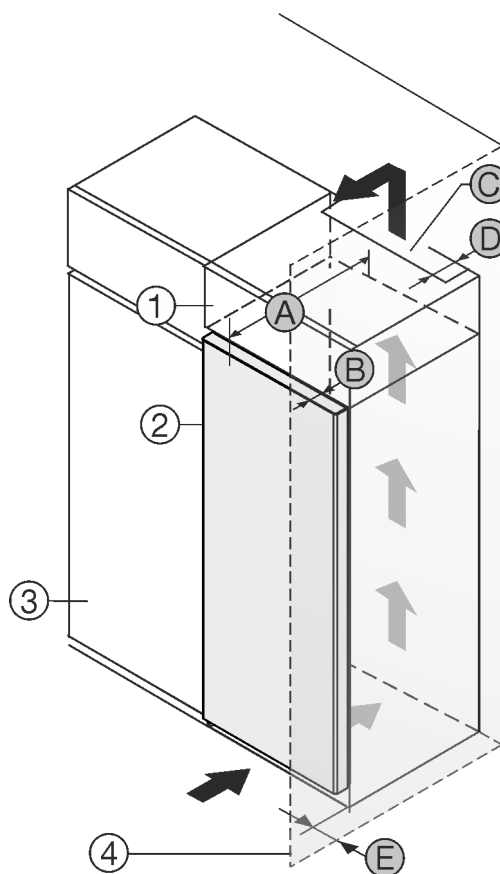

Fig. 1
U kunt het apparaat direct naast de keukenkast Fig. 1 (3) opstellen.*
Aan de achterzijde van de opzetkast moet een luchtafvoerkanaal met de diepte Fig. 1 (D) over de volledige breedte van de opzetkast aanwezig zijn.*
Onder het plafond moet de ventilatie doorsnede Fig. 1 (C) worden aangehouden.*
Als u het apparaat met de scharnieren naast een wand *Fig. 1 (4)* plaatst, moet de afstand tussen het apparaat en de wand minimaal 13 mm bedragen.*
Als u het apparaat met de scharnieren naast een wand *Fig. 1 (4)* plaatst, moet de afstand tussen het apparaat en de wand minimaal 20 mm bedragen.*
Om de deuren volledig te kunnen openen, moet het apparaat overeenkomstig de deurdiepte *Fig. 1 (B)* ten opzichte van het keukenkastfront uitsteken. Afhankelijk van de diepte van de keukenkasten *Fig. 1 (3)* en het gebruik van de wandafstandshouders kan het apparaat verder uitsteken.*